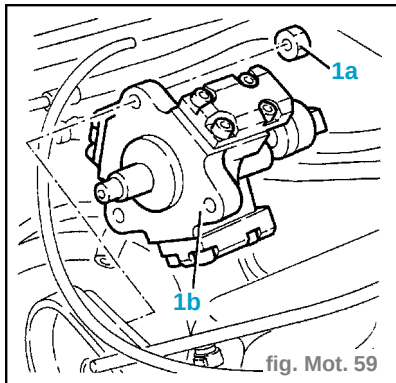

fig. Mot. 59
- Dévisser les écrous (1a) et enlever la pompe de pression (1b). (fig. Mot. 59)